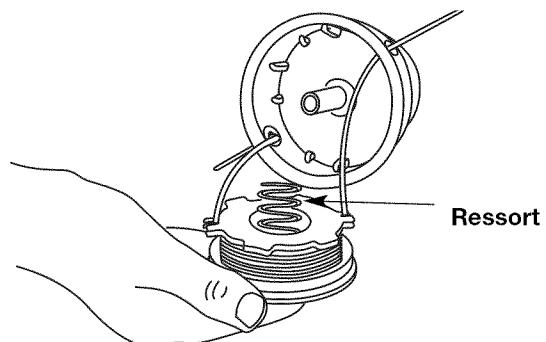

Fig. 23
13. Insérez les extrémités du fil dans les œillets de la bobine extérieure et placez le moulinet et le ressort dans la bobine (Fig. 23). Enforcez le moulinet et la bobine ensemble. Tout en tenant le moulinet et la bobine, saisissez les extrémités et tirez fermement pour dégager le fil des fentes de retenue de la bobine.
5. Insérez les extrémités du fil dans les œillets de la bobine extérieure (Fig. 23).